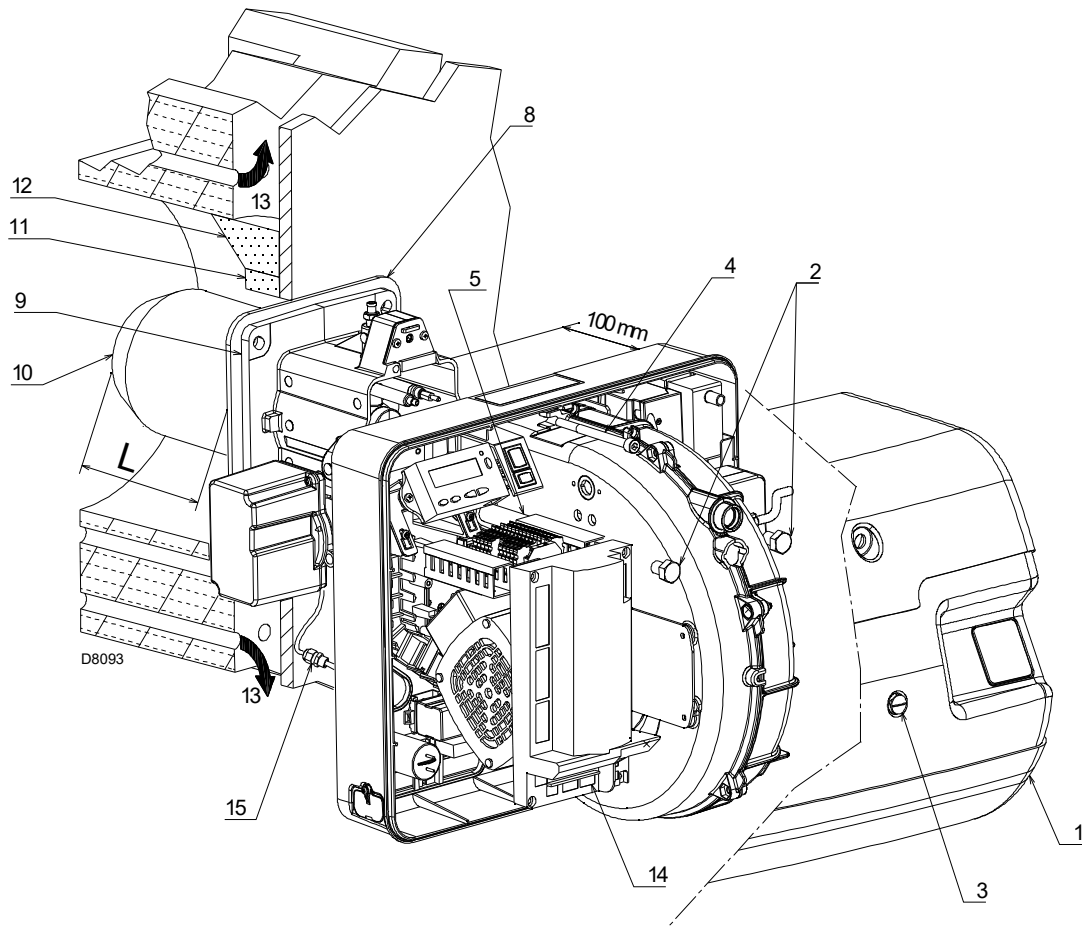

Fig. 17
Per le caldaie con giro dei fumi anteriore 13)(Fig. 17 a pag. 23), eseguire una protezione in materiale refrattario 11), tra refrattario caldaia 12) e boccaglio 10).
Separare la testa di combustione dal resto del bruciatore, come in Fig. 17 come di seguito indicato:
- rimontare il bruciatore sulle guide 3) a circa 100 mm dal manicotto 4) - bruciatore nella posizione illustrata in Fig. 17;
- connettere la spina del servomotore 14)(Fig. 17) ed avvitare il passacavo 15);